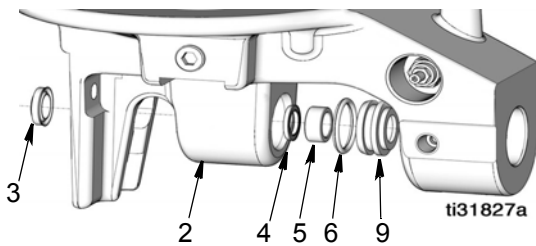
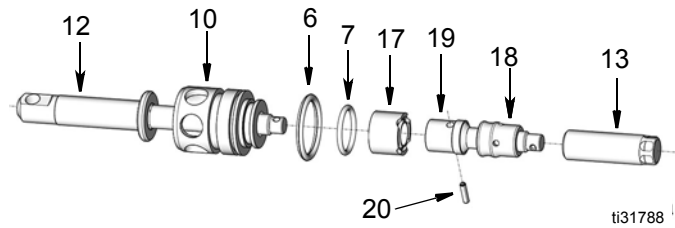

图 19
图 20
- 从泵底座 (2) 铸造件拆下泵汽缸 (11) 和活塞杆组件。
- 检查 H 型刮水器密封圈 (3) 是否损坏和磨损。如发生损坏或磨损，将其从泵底座 (2) 拆除 (图 19)。
- 从泵底座 (2) 拆下密封圈 (9)。从密封圈上拆下 U 形密封圈 (4)、O 形圈 (6) 和轴承 (5) (图 19)。
- 将活塞杆组件与泵气缸分离 (11)。
- 拆下将活塞杆 (19) 固定到铲杆 (12) 上的弹簧销 (20)。拧松活塞杆，将其从铲杆分离 (图 20)。